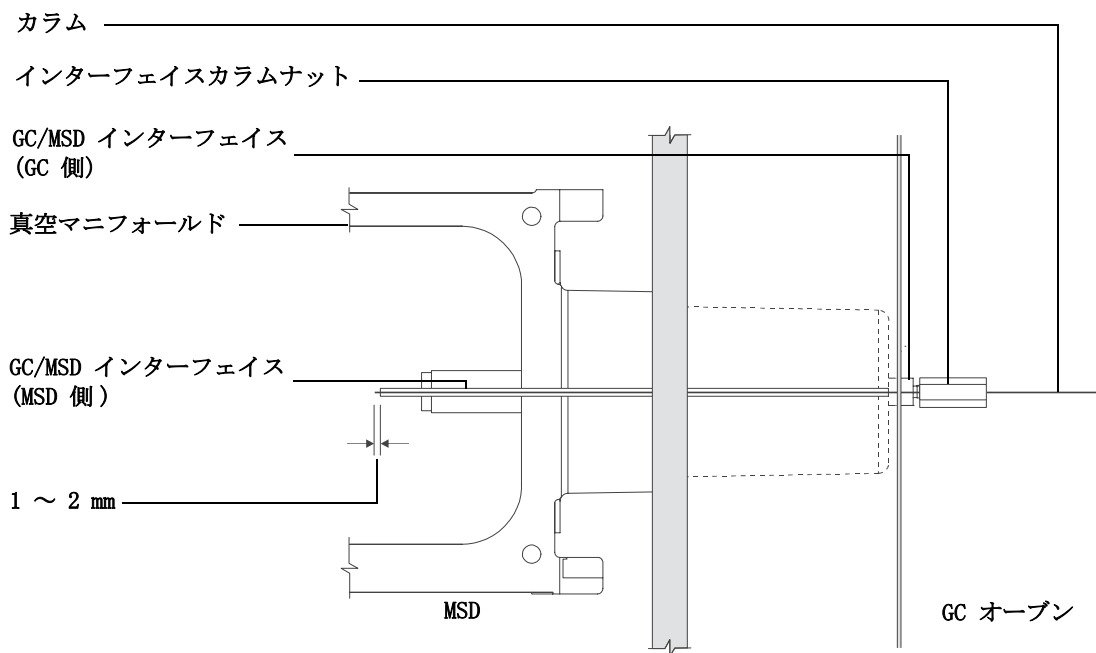

図 9 GC/MSD インターフェイスへのキャピラリカラムの取り付け
- 5 アナライザ側からカラムを引きだせるまで、GC/MSD インターフェイス（図 9）にカラムを挿入してください。